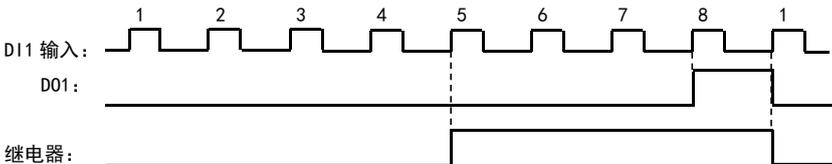

图 6-10 设定计数次数与指定计数次数示意图
- 设定计数次数是指从 D11 输入多少个脉冲时，被编程为“设定计数值到达”功能的输出端子（D01 端子或继电器）输出一个计数宽度的脉冲。计数值到达“设定次数”后，计数重新开始。如图 6-10 所示：若 F313=1、F314=8, F301=8, 当 D11 输入第 8 个脉冲时，D01 输出一个指示信号。
如图 6-10 所示：若 F313=1、F314=8, F315=5, F300=9, 当 D11 输入第 5 个脉冲时，继电器输出一个指示信号，直到“设定计数次数 8”到达为止。